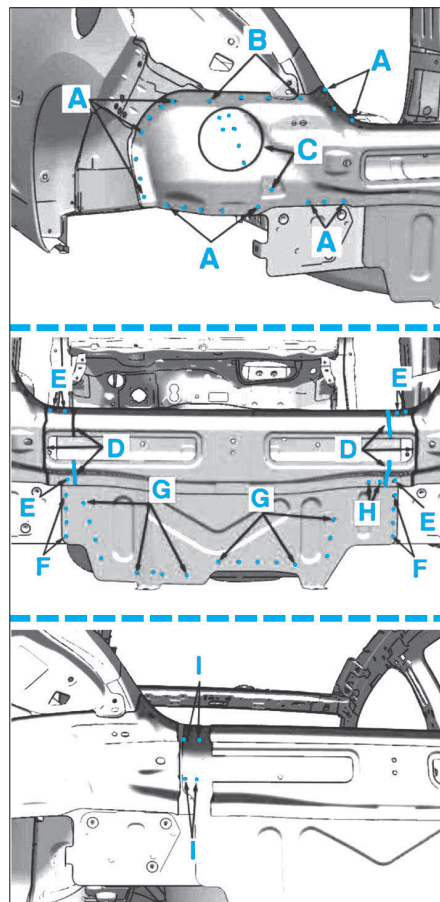

FIG. 54
• Dépointer et découper aux endroits indiqués la jupe AR complète en A à I (Fig.54).